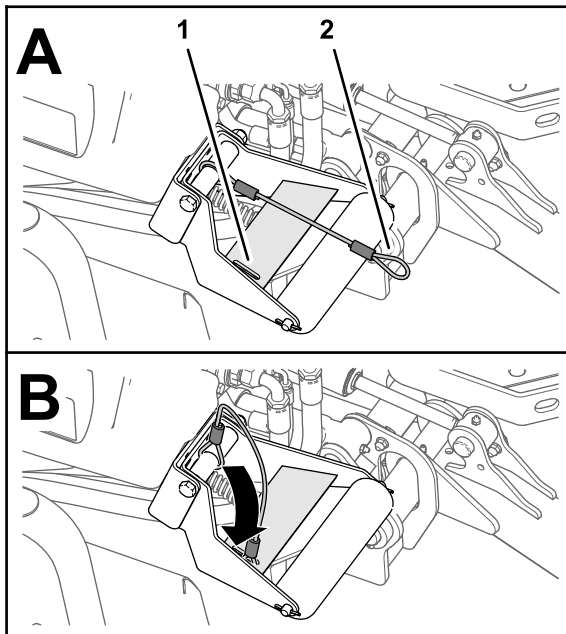

Bild 72
4. Schieben Sie die Schleife der Verbindungseile bei abgesenkten Mähwerken in den Schlitz in der Verstärkungsplatte der Rollenstütze (Bild 72).